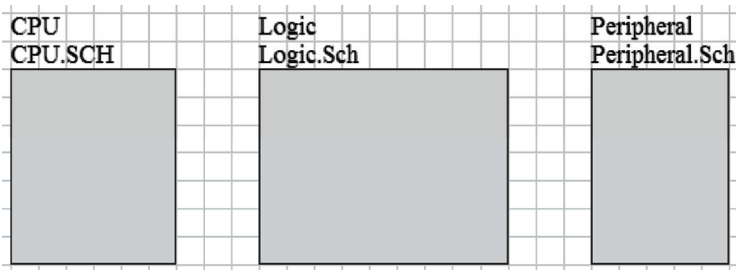

图 5-40 设置好的 3 个图表符
(4) 采用上述两种方法种的一种修改参数结果如图 5-40 所示。
(5) 执行“Place”→“Add Sheet Entry”菜单命令，或者单击工具栏中的按钮，鼠标